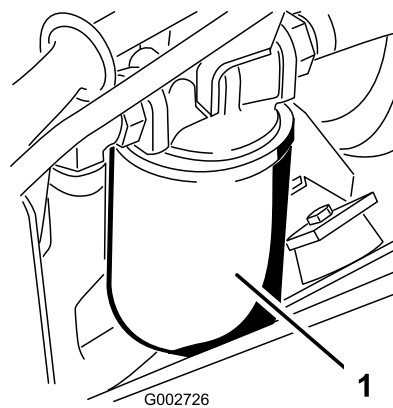

Figura 40
3. Collocate una bacinella sotto il filtro dell'olio idraulico situato sul lato sinistro della macchina (Figura 40).